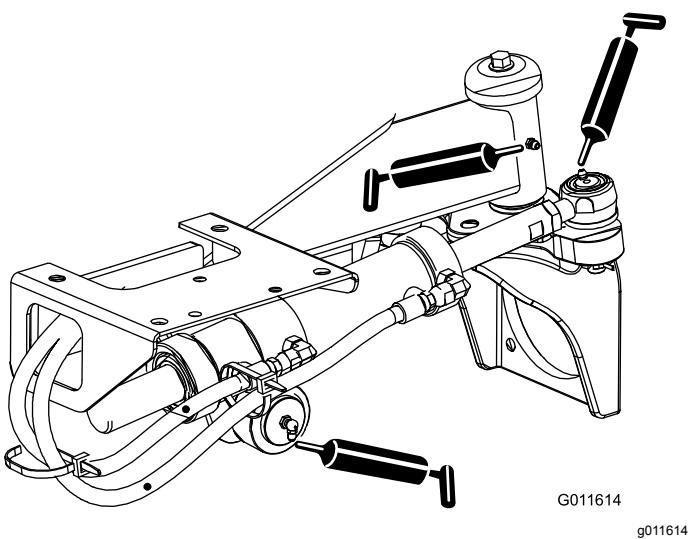

Figura 33
- Articulaciones esféricas del cilindro de dirección (2) y eje trasero (1)—Figura 33